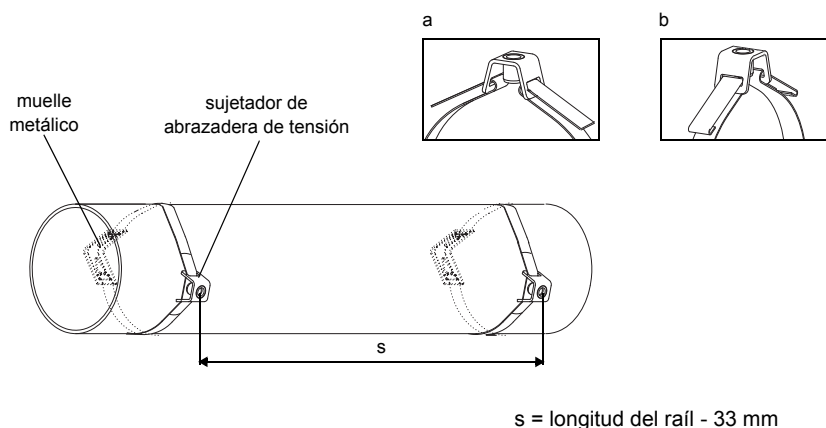

Fig. 9.37: Abrazadera de tensión con muelle metálico y sujetador de abrazadera de tensión en el tubo
- Colocar la abrazadera de tensión alrededor del tubo (véase Fig. 9.37).
- Posicionar el muelle metálico (de estar montado) y el sujetador de abrazadera de tensión (véase Fig. 9.37):
- Hacer pasar el extremo largo de la abrazadera de tensión a través de la segunda ranura del sujetador de abrazadera de tensión (véase Fig. 9.37 a).
- Doblar ambos extremos de la abrazadera de tensión hacia atrás (véase Fig. 9.37 b).
- Repetir los pasos para la segunda abrazadera de tensión. Posicionar las abrazaderas de tensión a la distancia s (véase Fig. 9.37).